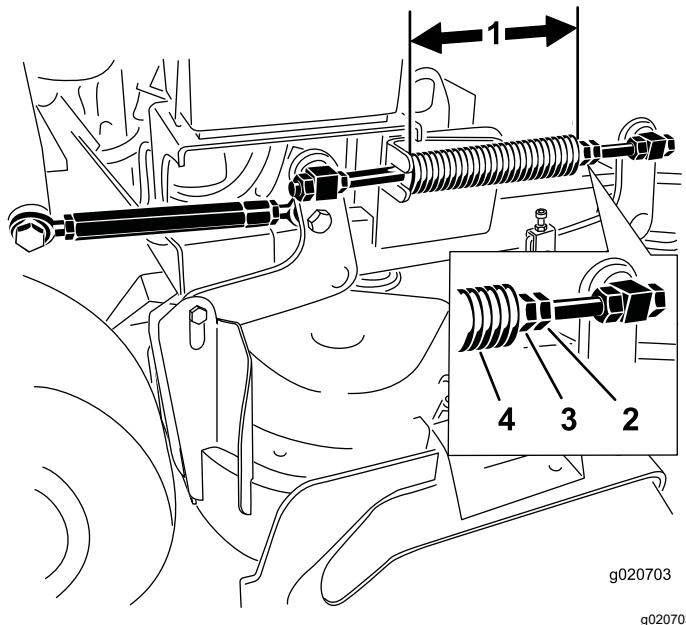

Figure 87
Remarque: La longueur nominale est de 28,2 cm pour les plateaux de coupe de 91 cm et de 25,7 cm pour les plateaux de coupe de 102 cm (Figure 87).
3. Réglez cette distance en desserrant l'écrou de blocage du ressort et en tournant l'écrou devant chaque ressort (Figure 87).
4. Bloquez l'écrou en position en serrant l'écrou de blocage du ressort (Figure 87).